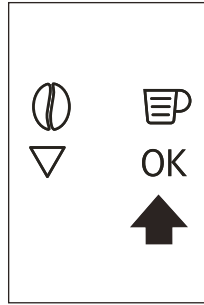

Fig. 10
tenere premuta per almeno 3 secondi l'icona OK (B 11) (Fig. 10) fino a quando appare il messaggio "ITALIANO INSTALLATO". Se si seleziona una lingua non desiderata, seguire le indicazioni descritte nel cap. "Impostazione della lingua". Se invece la vostra lingua non è disponibile, selezionatene una tra quelle presenti nel display. Nelle istruzioni viene presa come riferimento la lingua inglese.
- ▶ Premere l’icona OK (B9) (Fig. 10) e dopo pochi secondi, un po’ di acqua fuoriesce dall’erogatore.